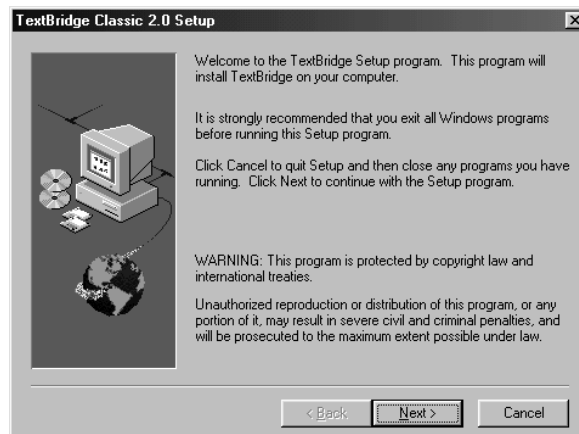

Figure 10: installation du TextBridge Classic
1. Après avoir terminé l'installation d'Adobe Acrobat Reader, l'installation de TextBridge Classic démarre. La Figure 10 est affichée.